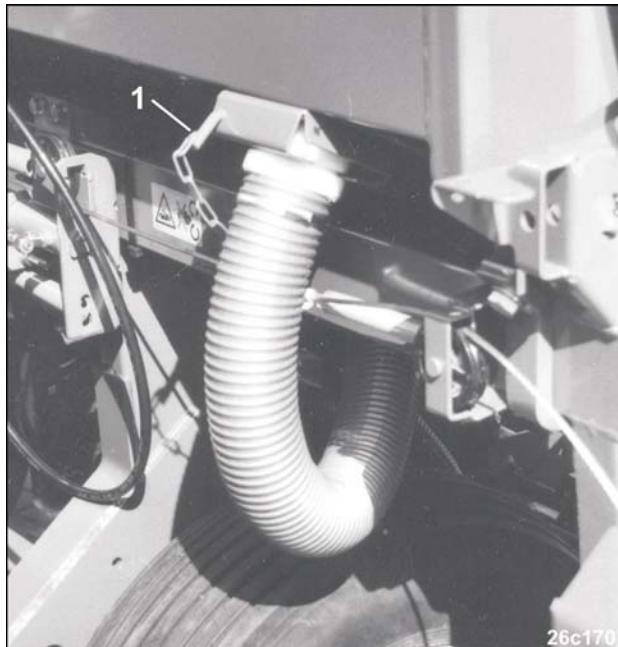

Рис. 152
- Извлеките палец (Рис. 152/1) из крепления шланга.
- Шланг вставьте обратно в крепление и закрепите при помощи крепежного пальца (Рис. 152/1).